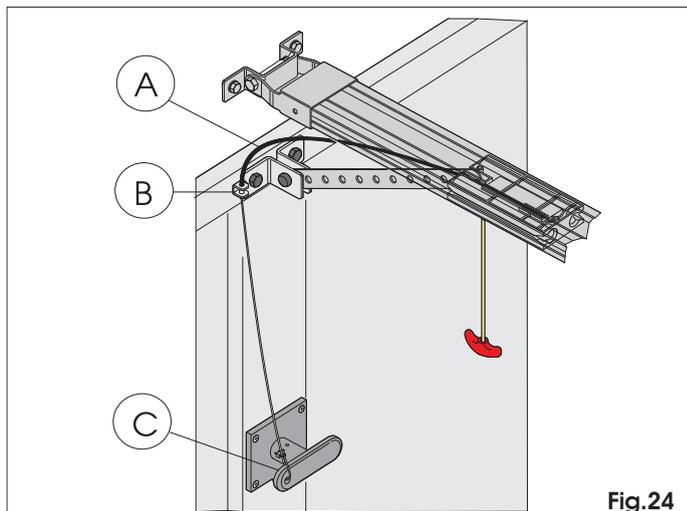

Fig.24
- 1) Couper la gaine du fil sur mesure (Fig. 24 réf. A).
- 2) Introduire le fil dans la gaine et le faire passer dans la bouche spécifique de la patte d'attache sur la porte (Fig. 24 réf. B).
- 3) Couper le fil sur mesure et l'assembler au levier interne de la poignée de déverrouillage (Fig. 24 réf. C).